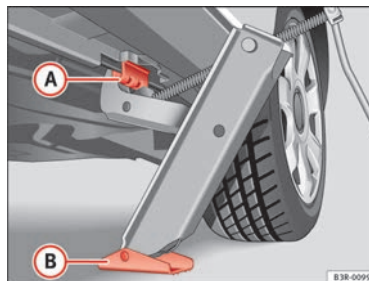

Fig. 124 Larguero: colocación del gato del vehículo
- Gire el gato*, situado bajo el punto de apoyo del larguero, para elevarlo hasta que la pestaña  ⇒ fig. 124 quede situada bajo el alojamiento de plástico previsto.